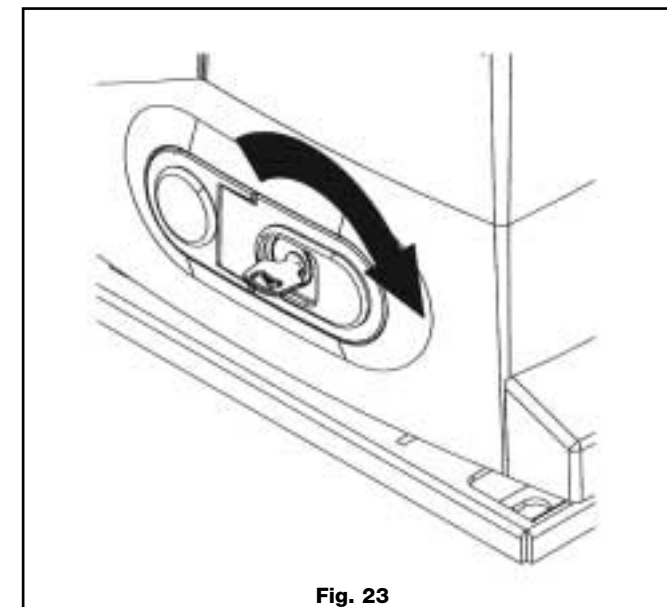

Fig. 23
- Introduire la clé dans la serrure (fig. 23) et la tourner à droite à 90°; la portillon de déverrouillage se débloquent.